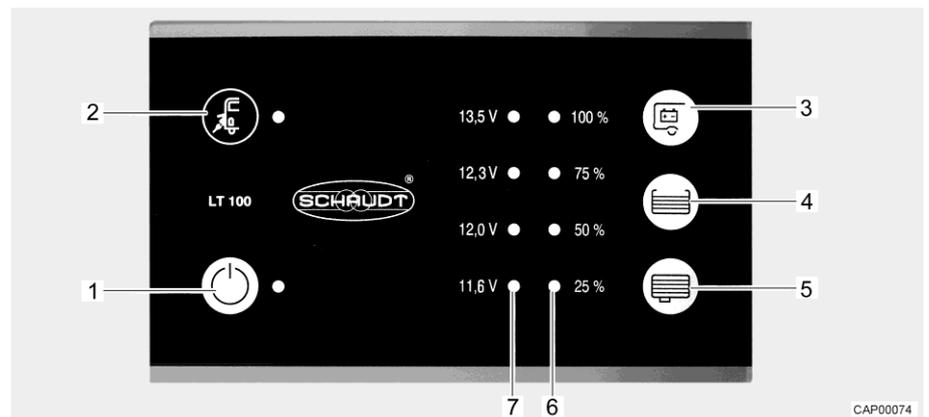

Bild 70 Panel (LT 100)
Netzanschluss Die gelbe LED beim Symbol Netzanschluss "" (Bild 70,2) leuchtet, wenn das Fahrzeug an eine externe Netzversorgung angeschlossen ist. Die LED leuchtet dann auch bei ausgeschaltetem Panel.
Der 12-V-Hauptschalter (Bild 70,1) schaltet das Panel und die 12-V-Versorgung des Wohnraums ein und aus.
Einschalten: ■ Schalter "" (Bild 70,1) drücken: Die 12-V-Versorgung des Wohnraums ist eingeschaltet. Die LED leuchtet grün.
Ausschalten: ■ Schalter "" (Bild 70,1) erneut drücken: Die 12-V-Versorgung des Wohnraums ist ausgeschaltet. Die LED erlischt.
Die LED-Skala (Bild 70,7) zeigt die Batteriespannung der Wohnraumbatterie wie folgt an:
Batteriespannung anzeigen: ■ Taste "" (Bild 70,3) drücken: Die Batteriespannung der Wohnraumbatterie wird angezeigt.
Die LED-Skala (Bild 70,6) zeigt den Füllstand des Frischwassertanks oder des Abwassertanks an.
- Füllstand anzeigen:** Taste "☰" (Bild 70,4) drücken: Der Füllstand des Frischwassertanks wird durch leuchtende LEDs angezeigt.
- Taste "☷" (Bild 70,5) drücken: Der Füllstand des Abwassertanks wird durch leuchtende LEDs angezeigt.